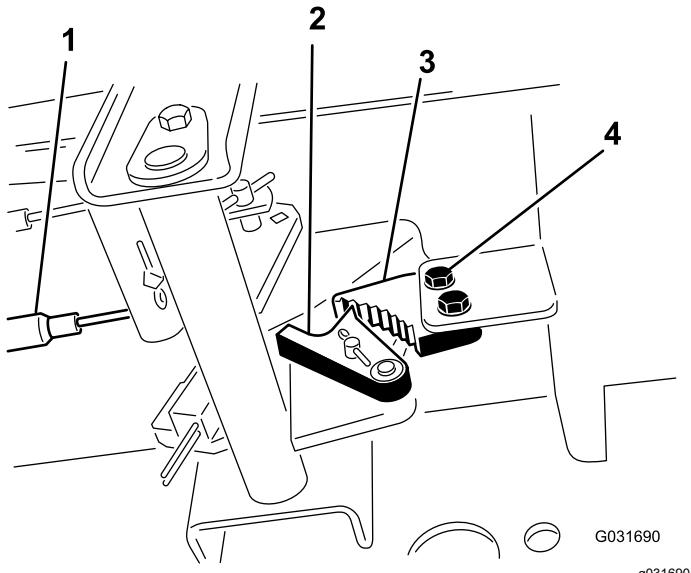

Figura 90
1. Allentate le due viti che fissano il nottolino del freno di stazionamento al telaio (Figura 90).
2. Premete in avanti il pedale del freno di stazionamento finché il fermo non s'innesta completamente nel nottolino del freno (Figura 90).